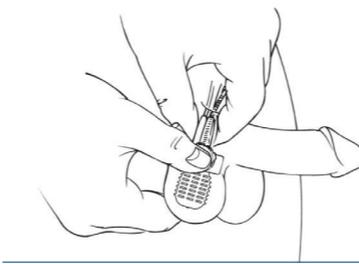
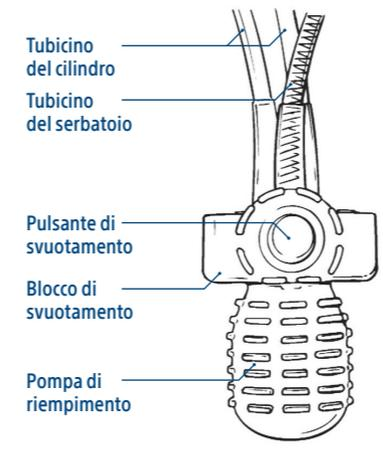

Figura 3
Figura 4
4. All'inizio comprima la pompa di riempimento in modo rapido e deciso, quindi la rilasci per attivarla (Figura 3). È possibile avvertire o udire un "pop" mentre la soluzione fisiologica sposta la valvola all'interno della pompa in posizione attivata.
2. Afferi con una mano il tubicino sopra il blocco di svuotamento (Figura 4) per tenere ferma in posizione la pompa (Figura 3).
3. Con l'altra mano, individui il pulsante di svuotamento rialzato sul blocco di svuotamento (Figura 4).